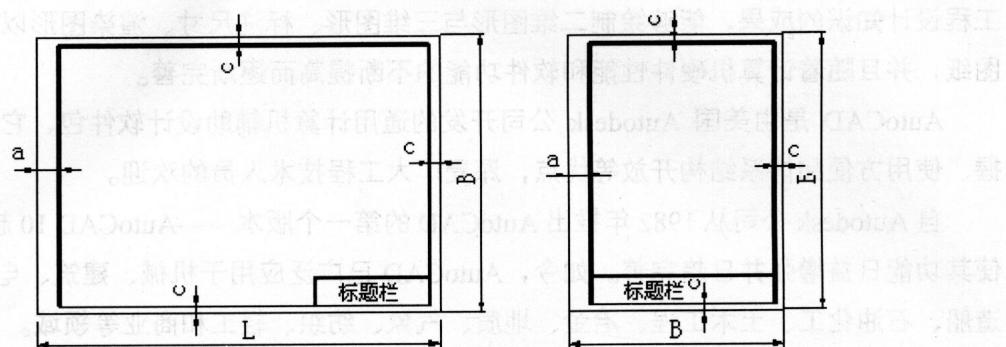
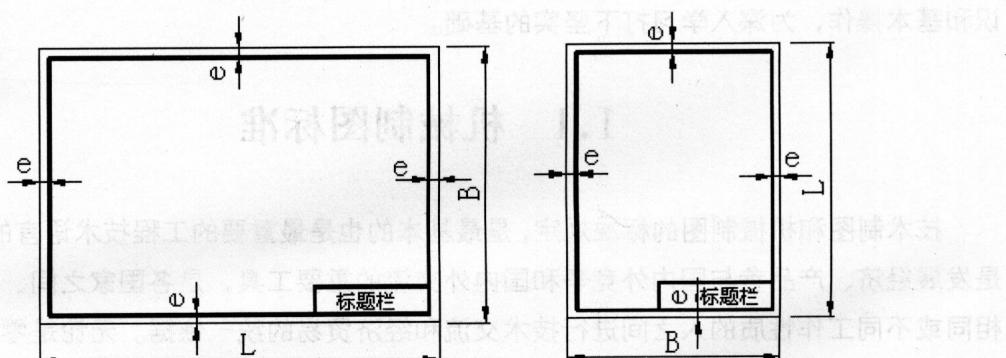

图 1-1 留装订边的图框格式
图 1-2 不留装订边的图框格式
无论图样是否装订, 均应在图纸幅面内画出图框, 图框线用粗实线绘制。图 1-1 所示为留有装订边的图纸图框格式。图 1-2 所示为不留装订边的图纸图框格式。
(1) 按照图 1-1 和图 1-2 所示的图框格式、表 1-1 所示的图纸幅面尺寸，利用绘图工